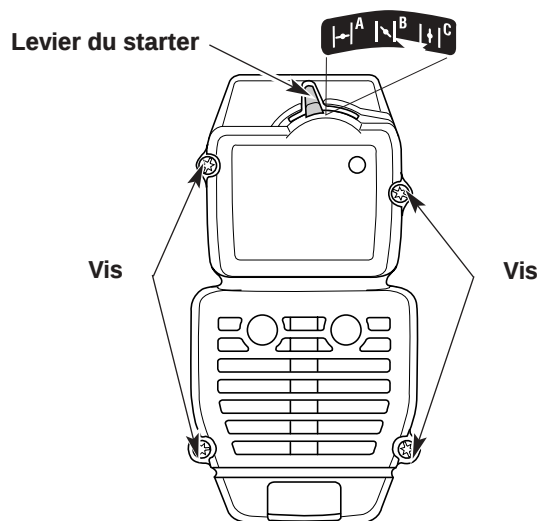

Fig. 21
1. Placez le levier du starter en position intermédiaire (B).
REMARQUE : Le levier du starter doit être en position intermédiaire (B) (Fig. 21) pour que le carter du filtre à air/pot d'échappement puisse être enlevé.
2. Enlevez les quatre (4) vis retenant le carter du filtre à air/pot d'échappement (Fig. 21). Utilisez un tournevis à lame plate ou à embout Torx n°T20.
REMARQUE : Le levier du starter doit être en position intermédiaire (B) (Fig. 21) pour que le carter du filtre à air/pot d'échappement puisse être remis en place.
2. Insérez les quatre (4) vis dans les orifices du carter du filtre à air/pot d'échappement (Fig. 21) et serrez-les. Utilisez un tournevis à lame plate ou à embout Torx n°T20. Ne serrez pas trop. Ne forcez pas.